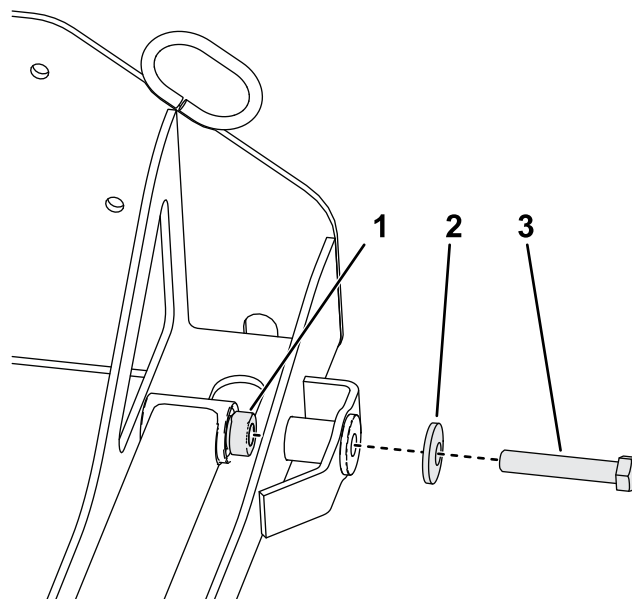

図 13
4. 昇降アームの前部を取り付けプレートアセンブリに固定する3トラクションユニット側の準備 (ページ 8) で取り外したボルト2本、湾曲ワッシャ2枚を使用して 図 13 に固定する。